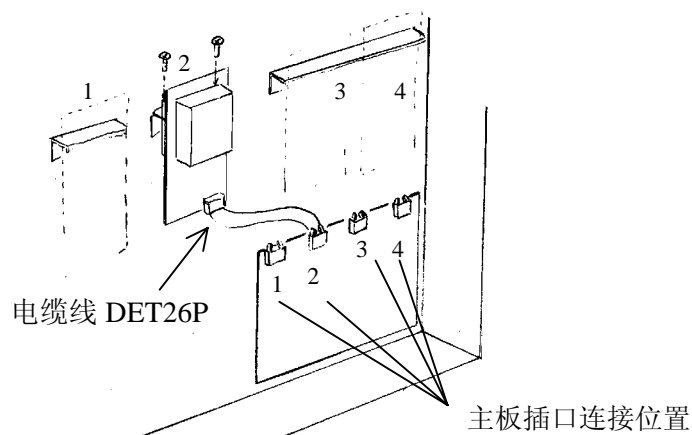

图 3.2
- (3) 如图 3.2 所示，检测器控制板按编号的顺序用电缆线 DET26P 与主板插口连接。在电缆线 DET26P 到达的位置上，用二个 M4×8 螺丝 (020-46547) 和牙形垫片固定电控部。
注：因安装位置 1 连接 TCD、安装位置 3 连接 FID 的情况较多，因此推荐 ECD 控制部连结在安装位置 2 上，如图 3.2 所示。